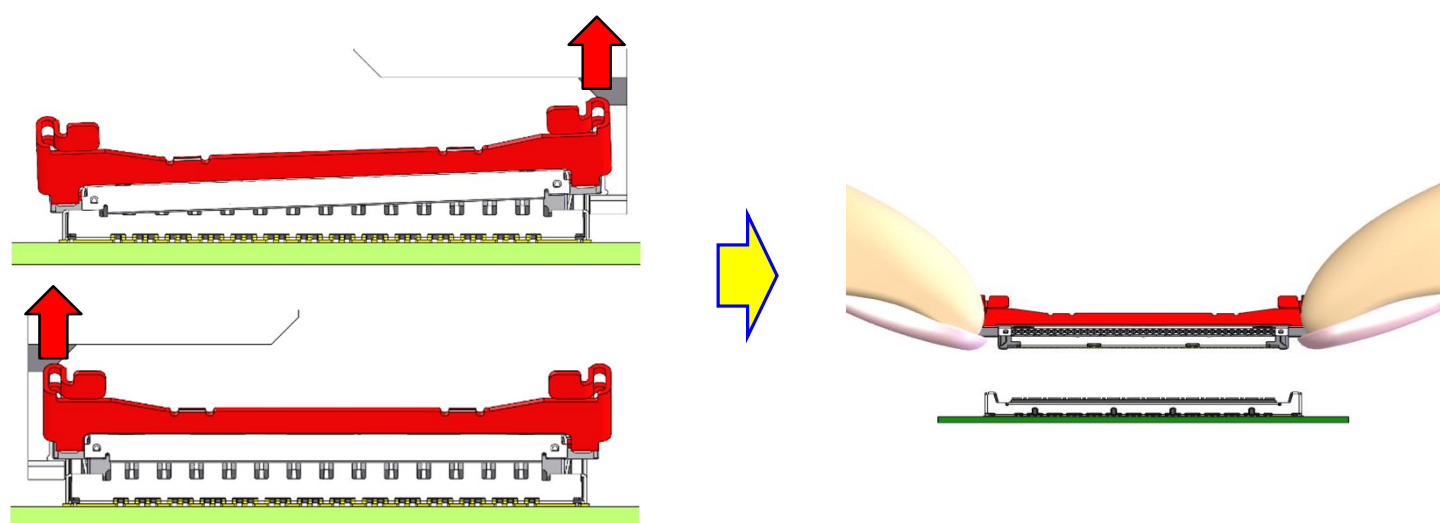

Fig.22
- ⑤ 基板と垂直に治具を引き上げ、片側ずつコネクタを跳ね上げ、抜去します。(Fig.22)